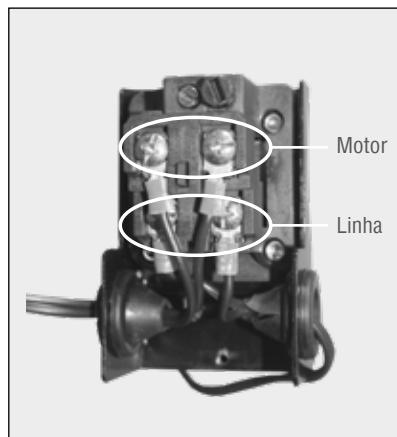

Figura 11 - Esquema de Ligação
- Para instalar o pressostato 16-33, comercializado separadamente pela Franklin Electric, retire a tampa protetora, conecte os fios da rede nos terminais indicados como "linha" (figura 11).